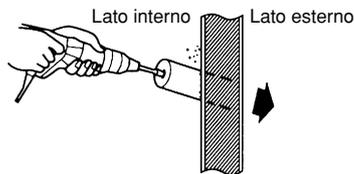

Fig. 3-25
- (8) Qualora si desideri uscire con le tubazioni frigorifere, lo scarico condensa, ed i cavi elettrici direttamente attraverso la parete retrostante il condizionatore, praticare un foro nella parete. (Fig. 3-25)